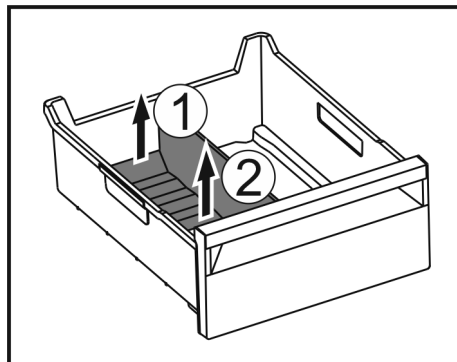

Fig. 114
- Zdvihnute zadnú časť oddelovača zásuvky na ľad. Fig. 114 (1)
- Odoberte oddelovač zásuvky na ľad nahor. Fig. 114 (2)